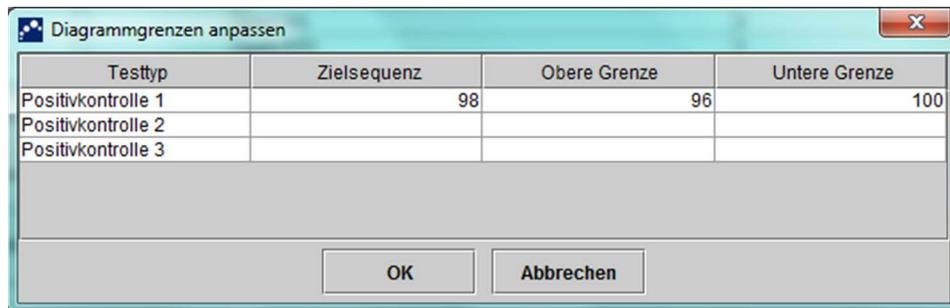

Abbildung 6-5. Dialogfeld „Diagrammgrenzen anpassen“
- Schaltfläche **„Diagrammgrenzen anpassen“** – Wählen Sie die Datengrenzwerte aus, die beim Auftragen der Daten verwendet werden sollen. Drücken Sie die Schaltfläche **Diagrammgrenzen anpassen**. Es wird das Dialogfeld „Diagrammgrenzen anpassen“ angezeigt. Siehe Abbildung 6-5.